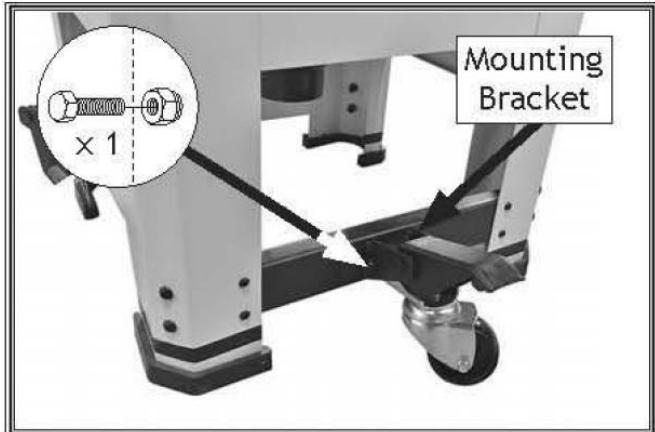

Рисунок 15. Ролик, установленный на скобе для ног.
4. Установите ролик на монтажный кронштейн опоры для ног с помощью (1) шестигранного болта M8-1.25 x 65 и (1) стопорной гайки LA8-1.25 (см. рисунок 15).